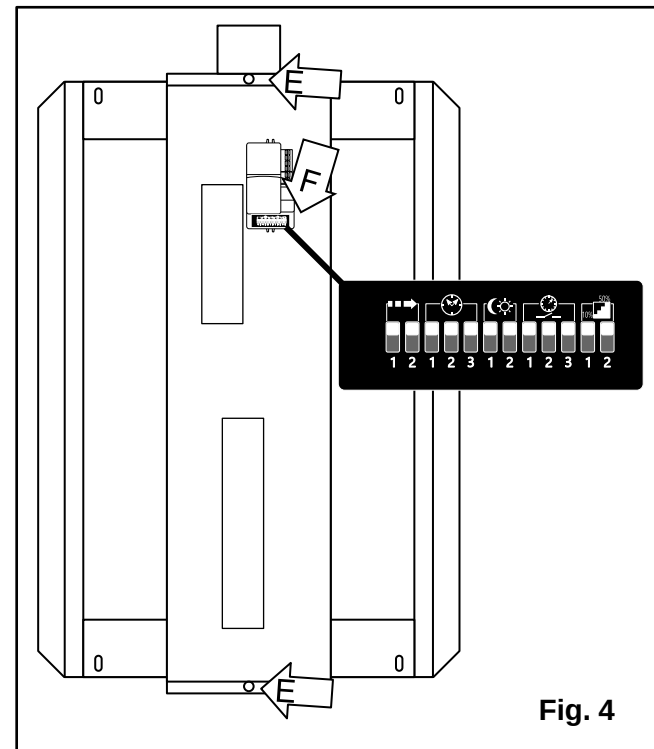

Fig. 4
2. Réglez les **commutateurs DIP** sur le **capteur** (F) de mouvement comme désiré. [Fig. 4 et 5]
3. Réinstallez le couvercle en réinstallant les deux vis (E) qui ont été préalablement enlevées.